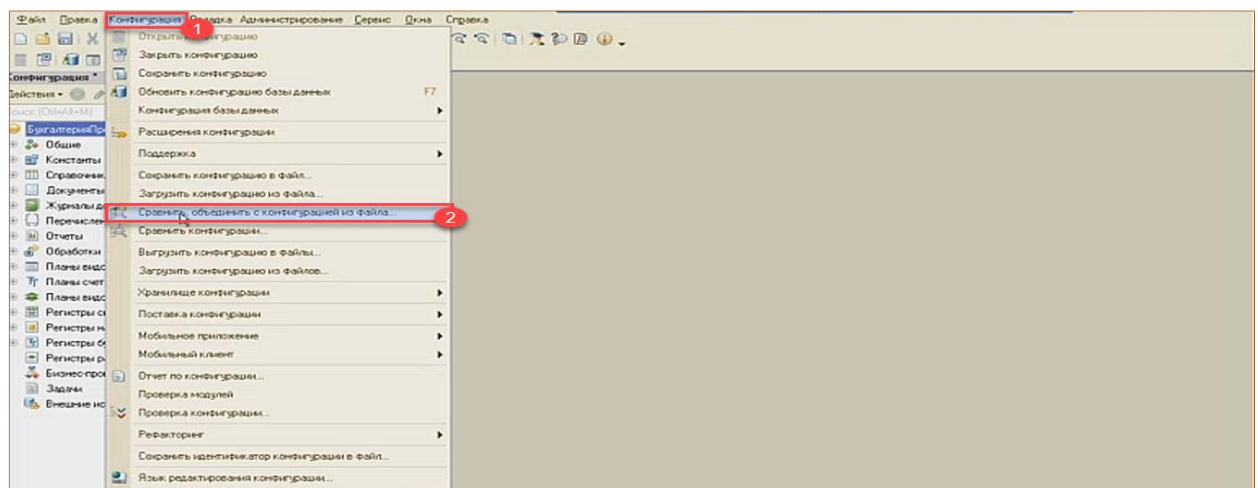

Рис. 11.4 - Объединение конфигураций
- 3) Далее требуется перейти в режим обновления (Рис. 11.4):